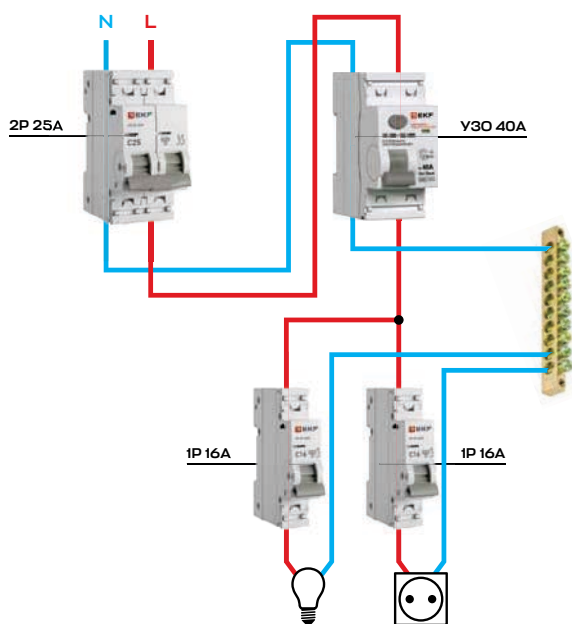

Рис. 3. Схема подключения в двухпроводной сети
3. Отключение: при обнаружении дисбаланса, превышающего заданный порог (обычно 10–30 мА), УЗО срабатывает и разрывает электрическую цепь, защищая человека от поражения электрическим током (рис. 3).